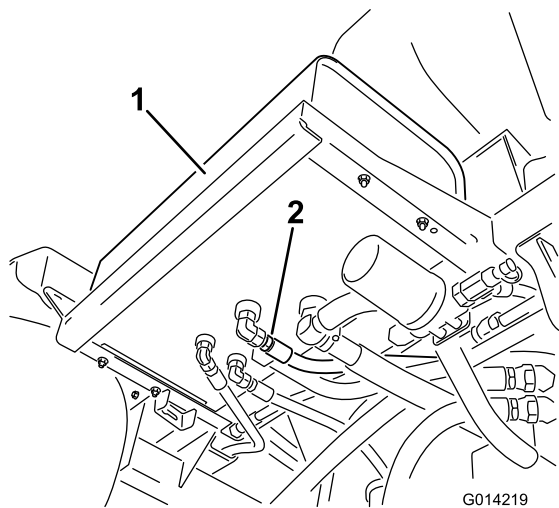

図 90
2. 油圧オイルタンクの底面についている油圧ホースフィッティングの周辺をきれいに拭く 図 90。
4. ホースのフィッティングをタンクから外してオイルを容器に受ける 図 90。